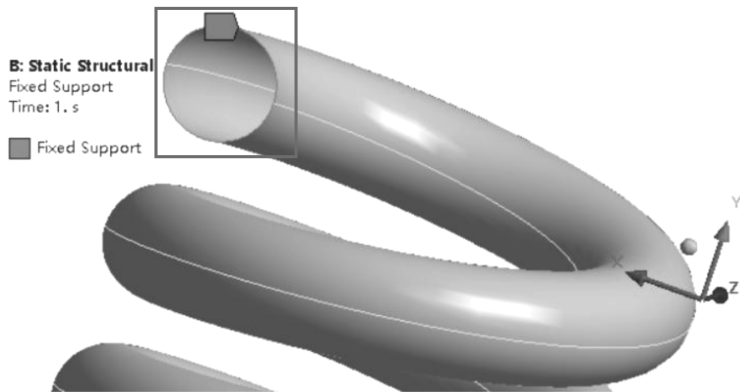

图 7-15 施加固定约束
(1) 在导航树上单击【Static Structural (B3)】。
(2) 单击【Analysis Settings】→【Details of “Analysis Settings”】→【Solver Controls】→【Large Deflection】= On，其他默认。
(3) 施加约束：在标准工具栏中单击 ，然后选择圆柱螺旋弹簧端两个边线（参照图中坐标系），接着在环境工具栏中单击【Supports】→【Fixed Support】，如图 7-15 所示。